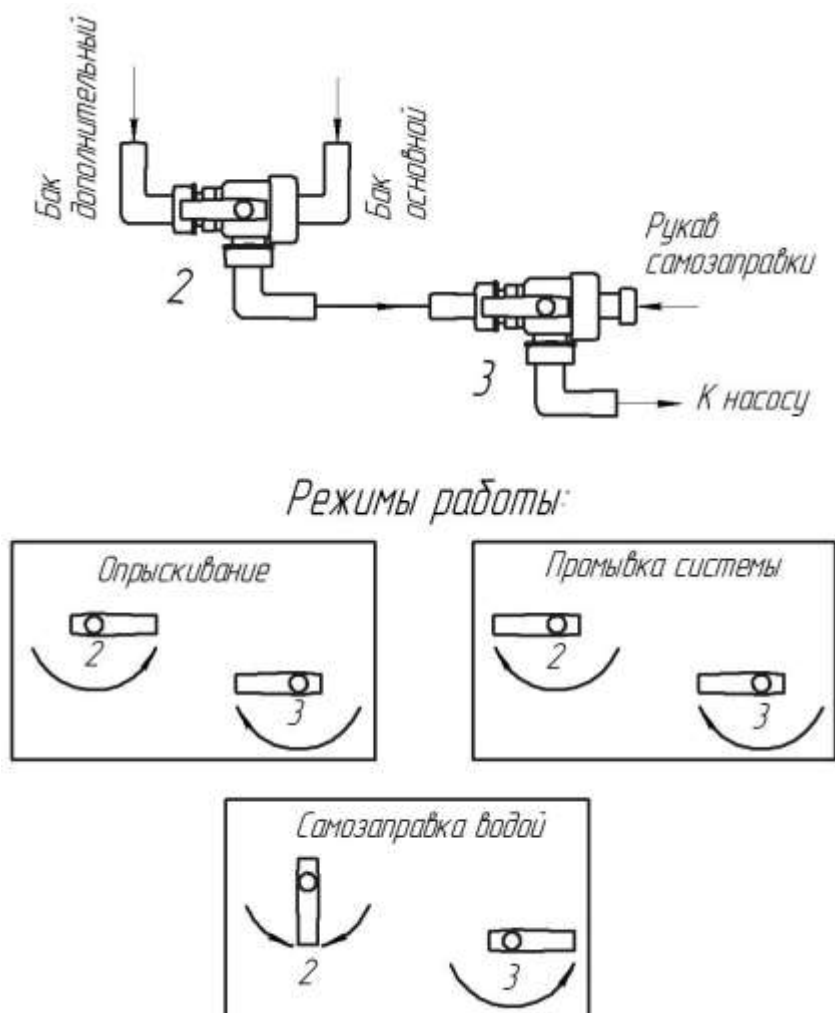

Рис. 9. Положения рукояток трехходовых кранов при различных режимах работы. см. обозначения на гидравлической схеме (рис. 8).
5.4.1. Опрыскиватель может работать в следующих режимах (рис. 9):
- а). Установить рукоятки трехходовых кранов 2 и 3 (рис. 9) в положение «Опрыскивание».
- а). Установить рукоятки трехходовых кранов 2 и 3 (рис. 9) в положение «Промывка системы».
- г). Установить рукоятки трехходовых кранов 2 и 3 (рис. 9) в положение «Самозаправка водой».